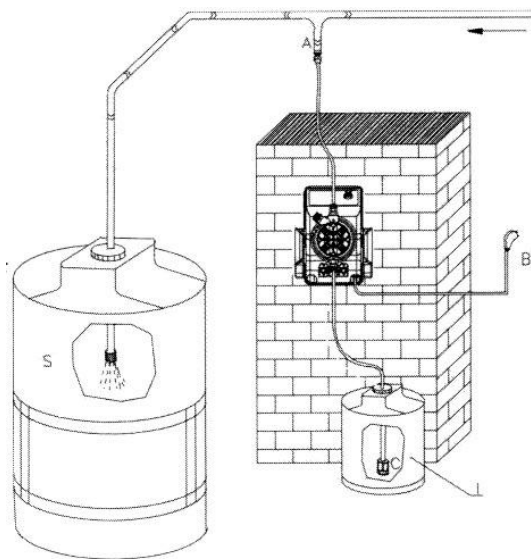

Рис. 15
7.2 – ТИПИЧНАЯ УСТАНОВКА (рис. 15)